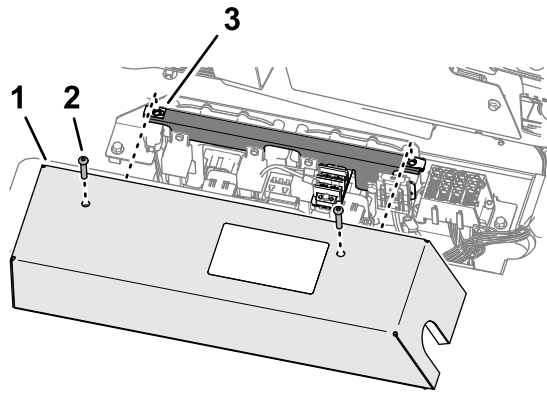

Figure 44
1. Alignez les trous du couvercle du contrôleur et les écrous à clip du support des composants électriques (Figure 44).
2. Fixez le couvercle du contrôleur sur le support des composants électriques (Figure 44) à l'aide des 2 vis à tête creuse que vous avez retirées sous Dépose du couvercle du compartiment électrique (page 19)